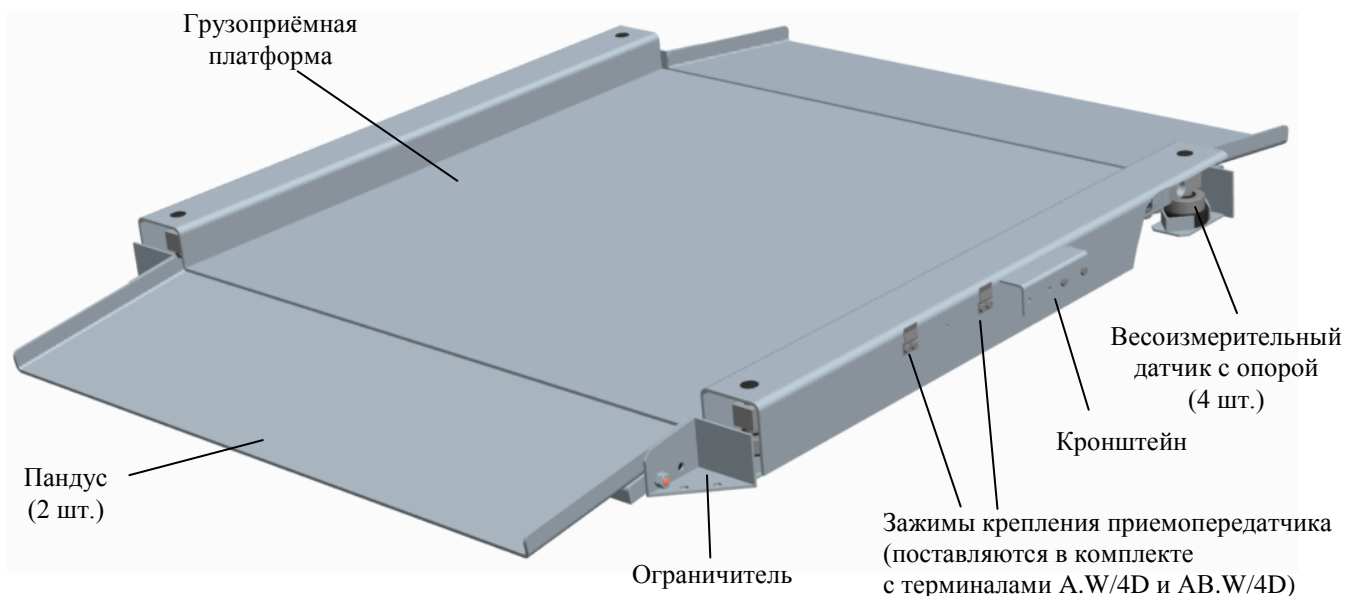

Рис. 4.1- Модуль взвешивающий 4D-LA\_
4.1 Модуль состоит из весовой платформы, на которой установлены четыре цифровых весоизмерительных датчика, и пандусов (Рис. 4.1).